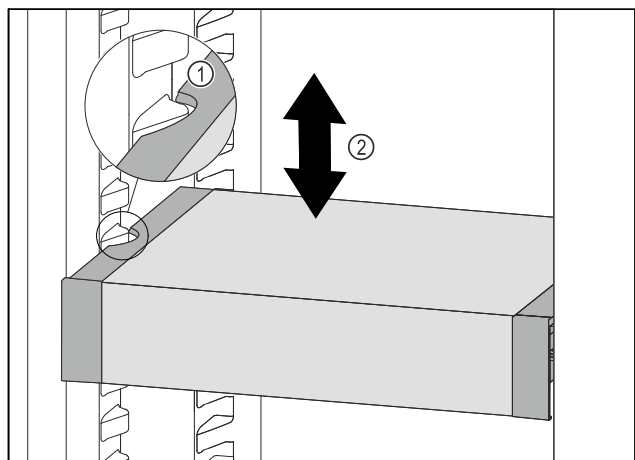

Fig. 133
- ▶ Тяните VarioSafe вперед, пока боковые выемки VarioSafe не окажутся на высоте выступа резервуара в холодильном отделении. Fig. 133 (1)
- ▶ Двигайте VarioSafe в холодильном отделении вверх или вниз, пока не будет достигнута требуемая высота. *Fig. 133 (2)*